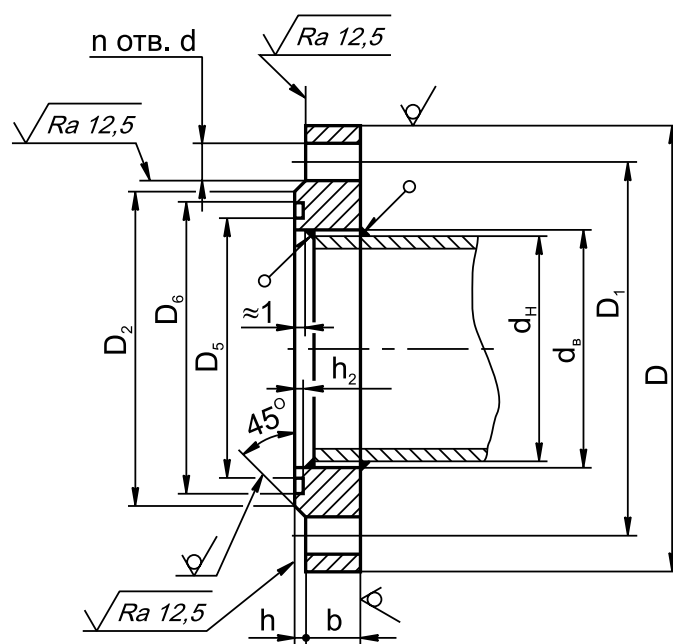

Рис. 10-46. Размеры ответных фланцев для фильтров с присоединительными фланцами PN 16
Размеры ответных фланцев приведены на рис. 10-46.
1. Монтаж фланцевых соединений выполнить с применением прокладок из резины МБС средней твердости (Рис. 10-47). Ответные фланцы - стальные приварные по ГОСТ 12820-80 (Рис. 10-46).